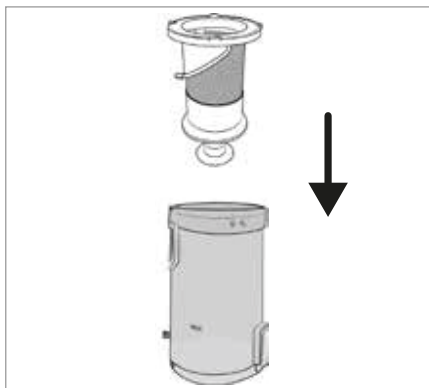

Fig. 23
- La curățarea filtrului din oțel inoxidabil ⑥ aveți grijă să nu se piardă ștuțul din cauciuc de la orificiul inferior.
- 6) Introduceți filtrul din oțel inoxidabil ⑥ în recipientul de praf ⑦ și împingeți-l până la capăt (a se vedea fig. 23). Acordați atenție dispozitivelor de blocare de dimensiuni diferite de la filtrul din oțel inoxidabil ⑥. Filtrul din oțel inoxidabil ⑥ poate fi introdus într-o singură poziție în recipientul de praf ⑦ datorită acestor dispozitive de blocare.